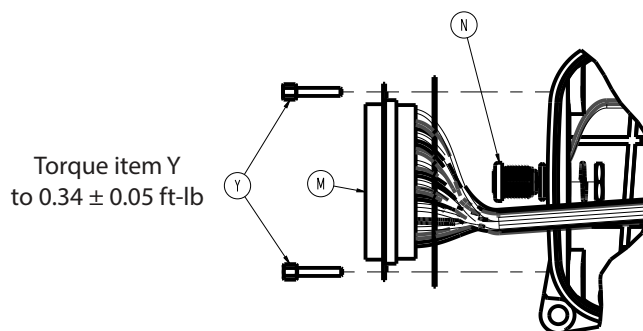

Figure 14 – Configuration du câble à 37 broches
8. À l'aide de la douille de 3/16 po et de la clé à cliquet de 1/4 po, retirer les deux vis de calage (Y) qui fixent le câble à 37 broches (M) (Figure 14). Conserver les vis.
9. Déplacer le câble à 37 broches vers le côté pour accéder à l'écrou du câble d'alimentation (N) (Figure 14).